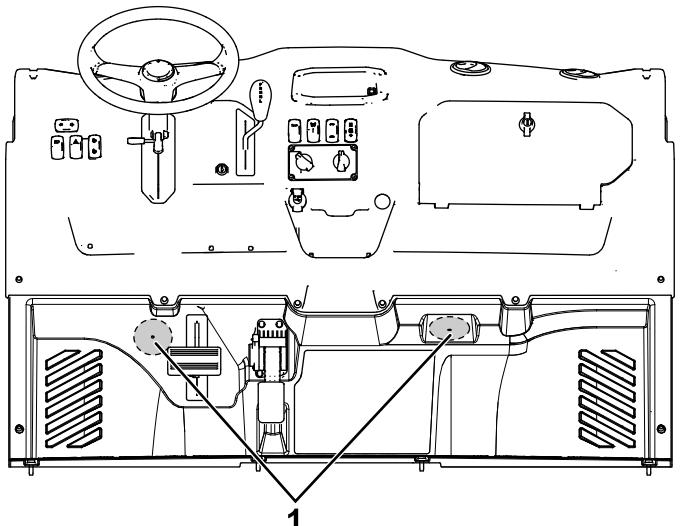

Figura 15
2. Localize as duas reentrâncias piloto de furação no piso (Figura 15) e faça dois furos (76 mm) diretamente sobre as reentrâncias piloto.